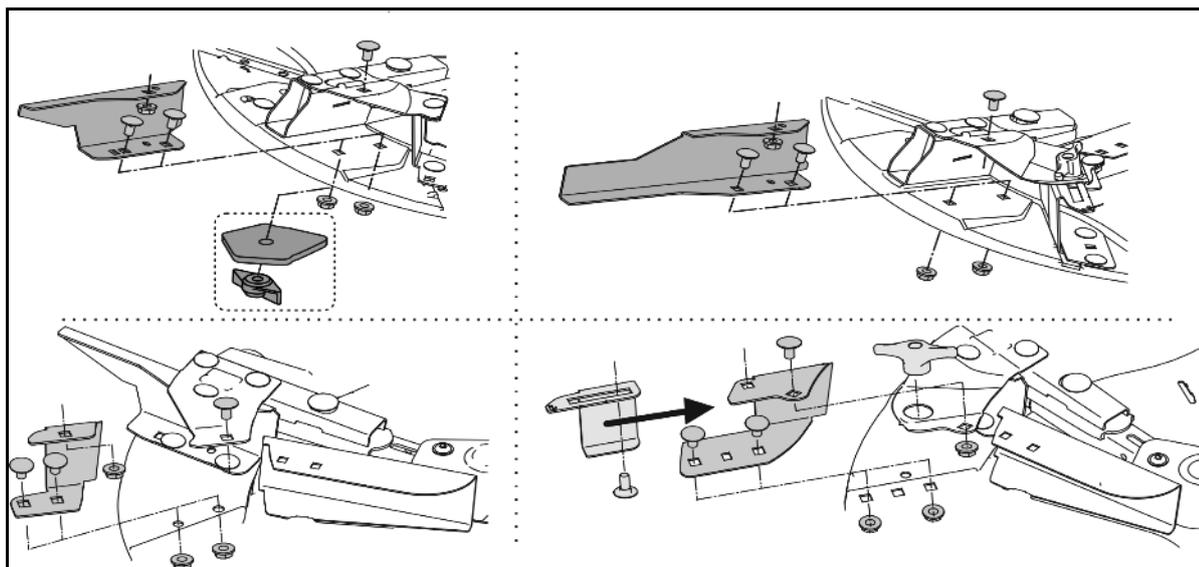

Fig. 71
1. Desserrer les contre-écrous arrière (Fig. 71/1) des deux côtés, dans le sens de la marche (voir flèche).
2. Tourner les écrous de façon homogène vers la gauche, des deux côtés, dans le sens de la marche (voir flèche)(Fig. 71/2).
La course de réglage des écrous (Fig. 71/2) doit être identique des deux côtés de la bande de fond. Ne pas tourner les deux écrous (Fig. 71/2) de plus d'1/2 tour de clé. Resserrer les contre-écrous et vérifier si la bande transporteuse est entraînée à nouveau de façon homogène.